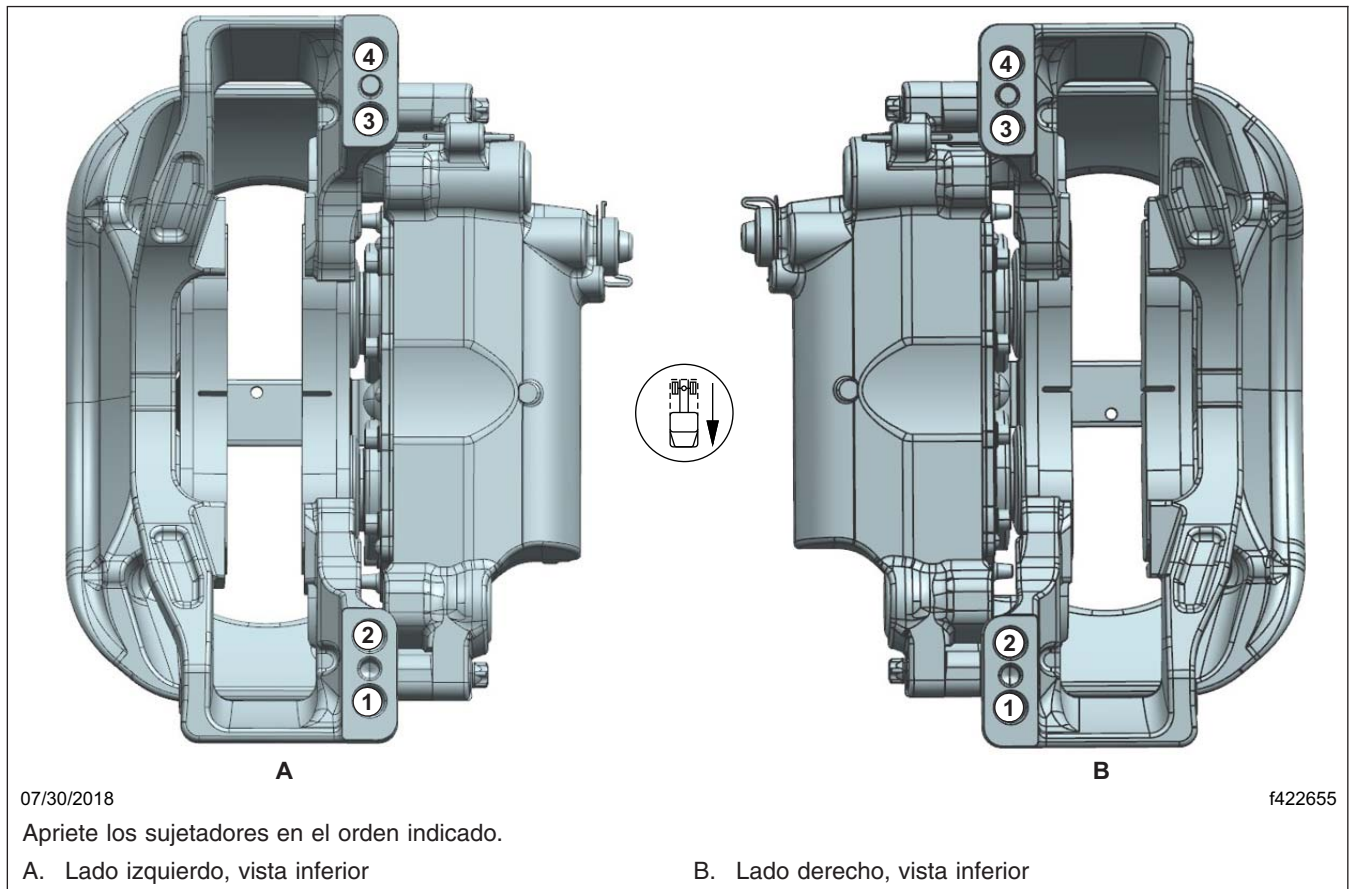

Figura 7, Patrón de apriete de las mordazas de montaje radial Meritor
4. Ajuste una llave dinamométrica a 350 lbf (475 N·m) y apriete los pernos de montaje de la mordaza siguiendo el patrón de apriete mostrado en la **Figura 7**. Si no giran, no es necesario ningún